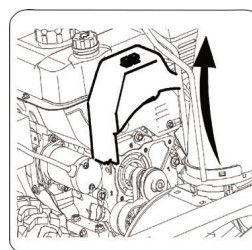

Figure 27
1. Retirez le couvercle de courroie à l'avant du moteur en retirant les deux vis autotaraudeuses. Voir la figure 27.